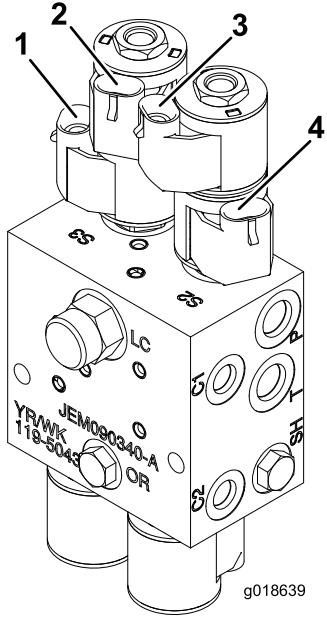

図 22
- ワイヤハーネスについている左ブーム上昇用コネクタと下降用コネクタを、油圧ブロックの各ソレノイドバルブに接続する図22。